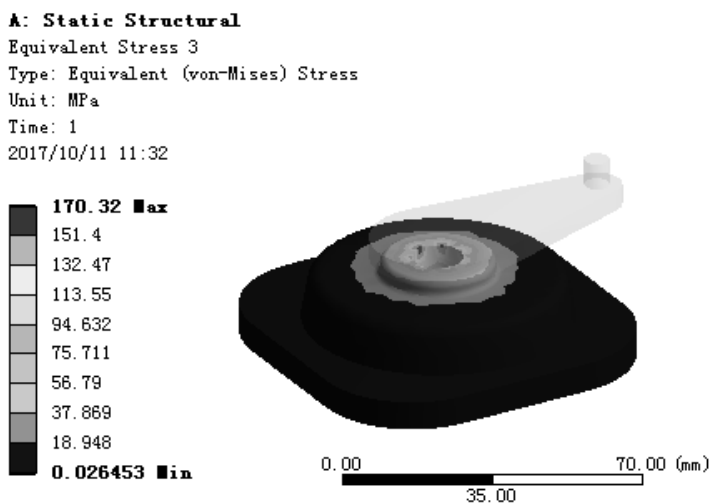

图 7.6.60 应力结果图解 (frictional)
(5) 查看 frictional 应力结果图解。在“Outline”窗口中选中 Equivalent Stress 3，查看图 7.6.60 所示的零件 frictional 的应力结果，其最小应力为 0.026453 MPa，其最大应力为 170.32 MPa。